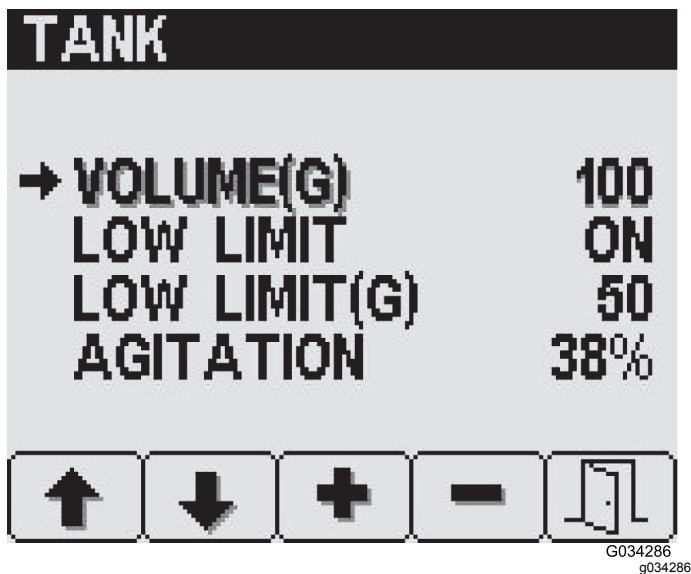

Figure 20
2. Appuyez sur le bouton 2 jusqu'à ce que l'option à modifier soit atteinte (Figure 20).
3. Utilisez les boutons 3 et 4 pour programmer la valeur souhaitée (Figure 20).